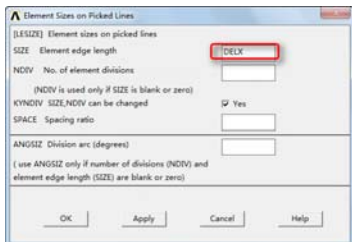

图 7-88 “Element Sizes on Picked Lines”对话框
⑤依次选择 Main Menu→Preprocessor→Meshing→Size Cntrls→ManualSize→Lines→Picked Lines，会弹出“Element Size on ...”对话框，单击“Pick All”按钮，会弹出“Element Sizes on Picked Lines”对话框，如图 7-88 所示，在“SIZE Element edge length”输入框输入 DELY，单击“OK”按钮关闭该对话框。
“Element Sizes on Picked Lines”对话框,如图 7-88 所示,在“SIZE Element edge length”输入框输入 DELX,单击“OK”按钮关闭该对话框。